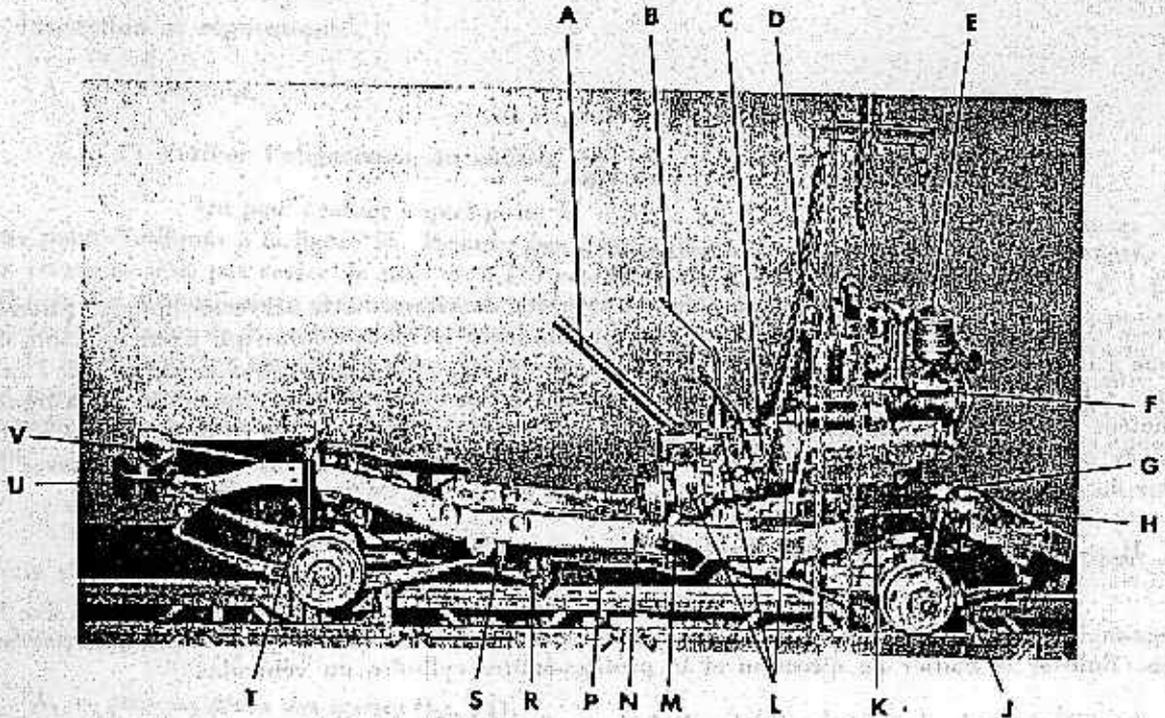

FIGURE 94. — Dépose du bloc moteur-boîtes hors du châssis
F. — Enlever les pare-chocs avant et arrière (fig. 94).
H. — *Enlever le boîtier de direction (fig. 94).*
J. — *Dépose du maître cylindre de frein (fig. 94).*
M. — *Enlever les tresses de masse (fig. 94).*
A. — Mise en place des tresses (fig. 94).
D. — Mise en place du maître cylindre de frein (fig. 94).